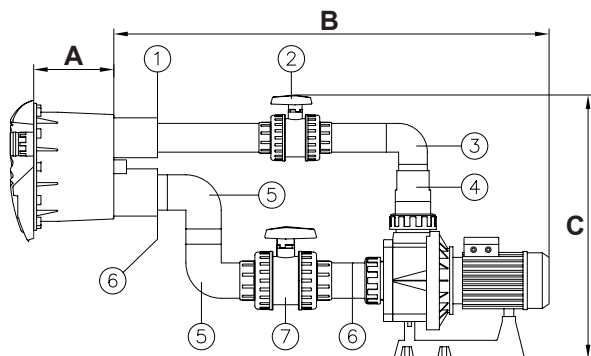

Fig. 6
- Incollare la boccola ridotta da 75x63 mm (n.1, Fig. 6) nella presa di mandata della nicchia (vedi Fig. 6).
- Incollare un tubo  $\varnothing$  63mm (\*) alla boccola ridotta (n.1, Fig. 6).
- Incollare la valvola  $\varnothing$  63mm. (n.2, Fig. 6) al tubo  $\varnothing$  63mm (\*).
- Incollare il tubo  $\varnothing$  63mm (\*) alla valvola  $\varnothing$  63mm (n.2, Fig. 6).
- Incollare il gomito  $\varnothing$  63mm. (n.3, Fig. 6) al tubo  $\varnothing$  63mm (\*).
- Incollare il tubo  $\varnothing$  63mm (\*) al gomito (n.3, Fig.6).
- Incollare la riduzione conica 90/75/63 mm (n.4, Fig. 6) al tubo  $\varnothing$  63mm (\*) e al raccordo della pompa  $\varnothing$  90mm.
- Incollare la boccola ridotta da 90x75 mm (n.6, Fig. 6) alla presa di aspirazione della nicchia (vedi Fig. 6).
- Usando un tubo  $\varnothing$  75mm (\*) incollare un gomito  $\varnothing$  75mm (n.5, Fig. 6) alla boccola ridotta (n.6, fig. 6).
- Usando un tubo  $\varnothing$  75mm (\*) si unirà l'altro gomito  $\varnothing$  75mm (n.5, Fig. 6) al gomito già incollato (vedi Fig. 6).
- Incollare la valvola  $\varnothing$  75mm (n.7, Fig. 6) al gomito (n.5, Fig. 6) utilizzando un tubo  $\varnothing$  75mm (\*), per unirli.
- Incollare un tubo  $\varnothing$  75mm (\*) alla valvola (n.7, Fig. 6).
- Incollare una boccola ridotta 90x75 mm (n.6, Fig. 6) al tubo  $\varnothing$  75mm (\*) ed al raccordo della pompa  $\varnothing$  90mm.